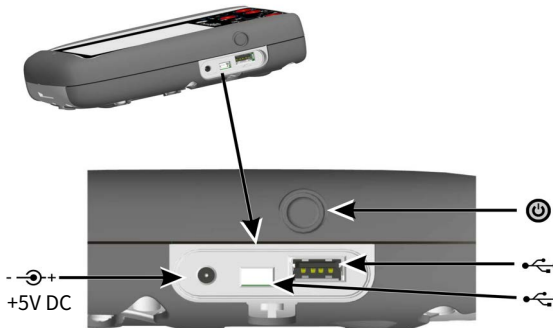

图 2：侧视图
1. 将直流电源/电池充电器连接到仪器侧面的 +5V_{直流} 接头 (参见图 2 侧视图)。
2. 还可使用 USB 接口对电池进行充电 (参见图 2 侧视图)。
关闭时，按电源按钮（参见图 2 侧视图）直到显示出仪表盘。